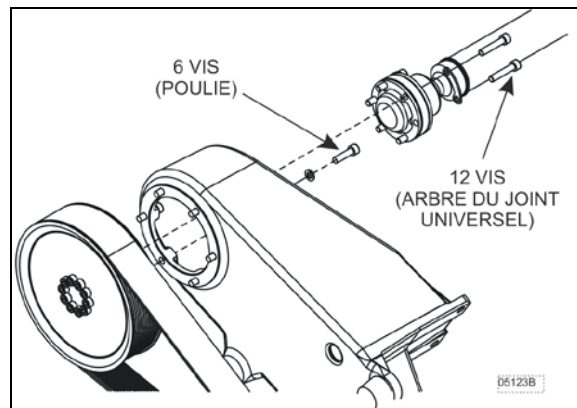

FIGURE 22 : SPÉCIFICATION DU SERRAGE
2. Démontez la poulie d'entraînement. Accéder aux 6 vis de fixation de l'arrière de la poulie, par l'ouverture dans le support en fonte d'aluminium (Figure 22).
3. Dévisser et retirer les boulons (6) de montage de l'arbre de transmission à cardan au niveau du boîtier du renvoi d'angle.